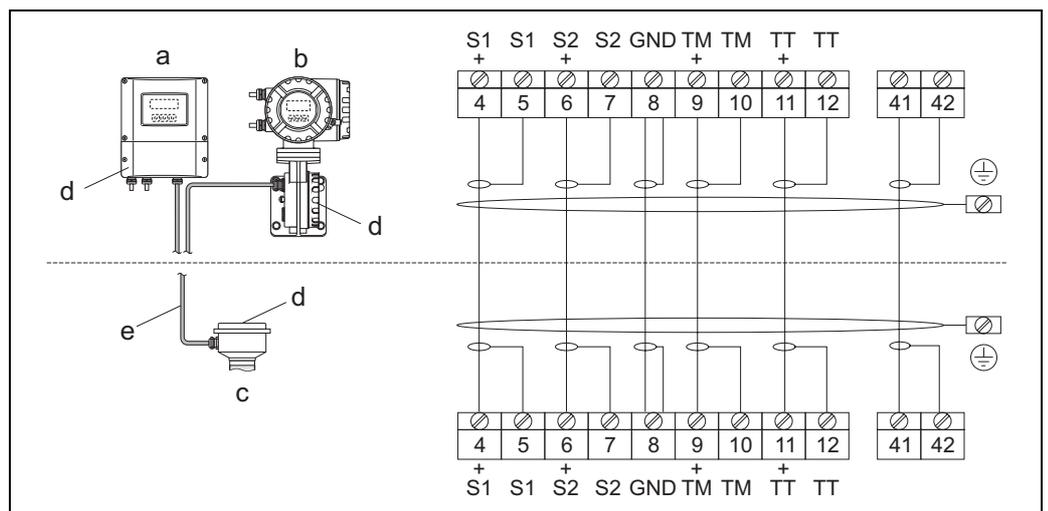

Fig. 20: Collegamento della versione separata
3. Eseguire le connessioni tra sensore e trasmettitore in base allo schema elettrico (v. Fig. 20 o lo schema elettrico nel coperchio filettato).